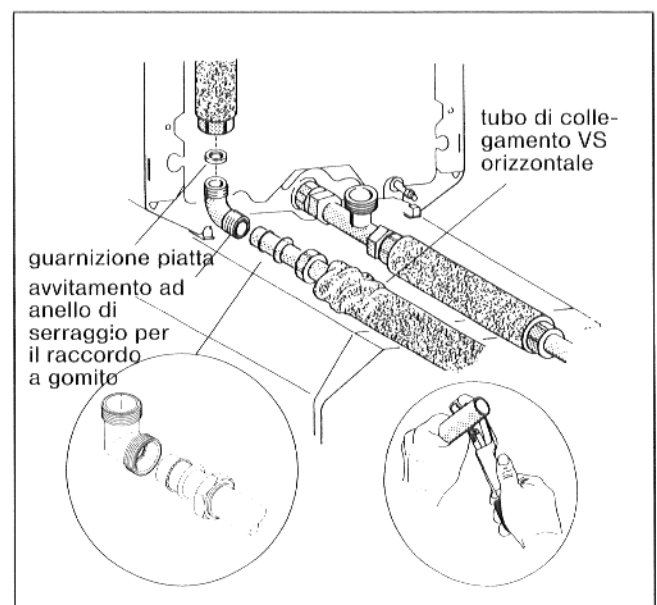

Fig. 10
- Applicare la guarnizione piatta nel dado a risvolto al lato lungo del tubo di collegamento VS appena montato ed avvitare l'avvitamento ad anello di serraggio per il raccordo a gomito con questo tubo mettendo l'avvitamento ad anello di serraggio verso la parte posteriore ed in senso parallelo all'asse dell'accumulatore (Fig. 10).
- Se necessario, tagliare a misura il tubo di collegamento orizzontale a curvatura semplice per la mandata accumulatore VS nella misura corrispondente ai valori riportati nella tabella (Fig. 10).
- Spingere il dado a risvolto, l'anello di serraggio e l'anello di guarnizione ad O 26 x 3 sul tubo di collegamento orizzontale VS (tagliato a misura) e spingere il tubo di collegamento nel particolare inferiore di avvitamento (Fig. 10).
- Avvitare il dado a risvolto con il particolare inferiore di avvitamento mettendo il lato corto del tubo di collegamento in senso verticale verso il basso (Fig. 10).